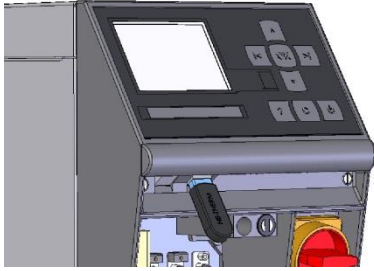

Abb. 74: USB-Datenträger anschliessen
2. USB-Datenträger anschliessen (Abb. 74).